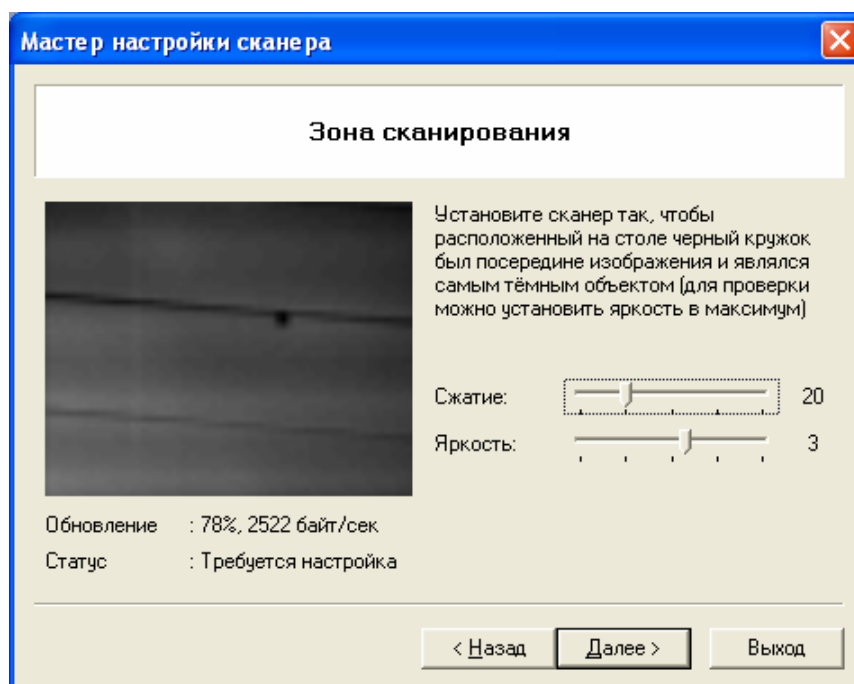

Рис. 10 Настройка зоны сканирования
**4. Зона сканирования.** (Рис. 10) При настройке зоны сканирования в окне показывается изображение, получаемое сканером. Под изображением в строке **Обновление** периодически появляется индикатор, который позволяет определить состояние и скорость загрузки